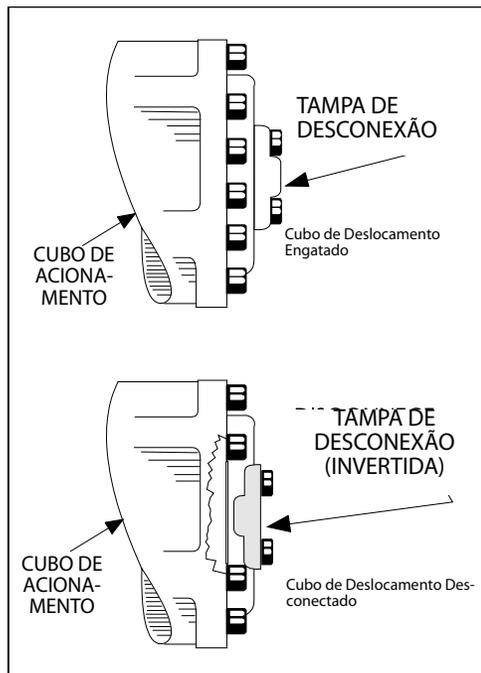

Figura 4-6. Cubo de Desconexão de Deslocamento
3. Desconecte os cubos de deslocamento invertendo a tampa de desconexão. Consulte Figura 4-6., Cubo de Desconexão de Deslocamento.